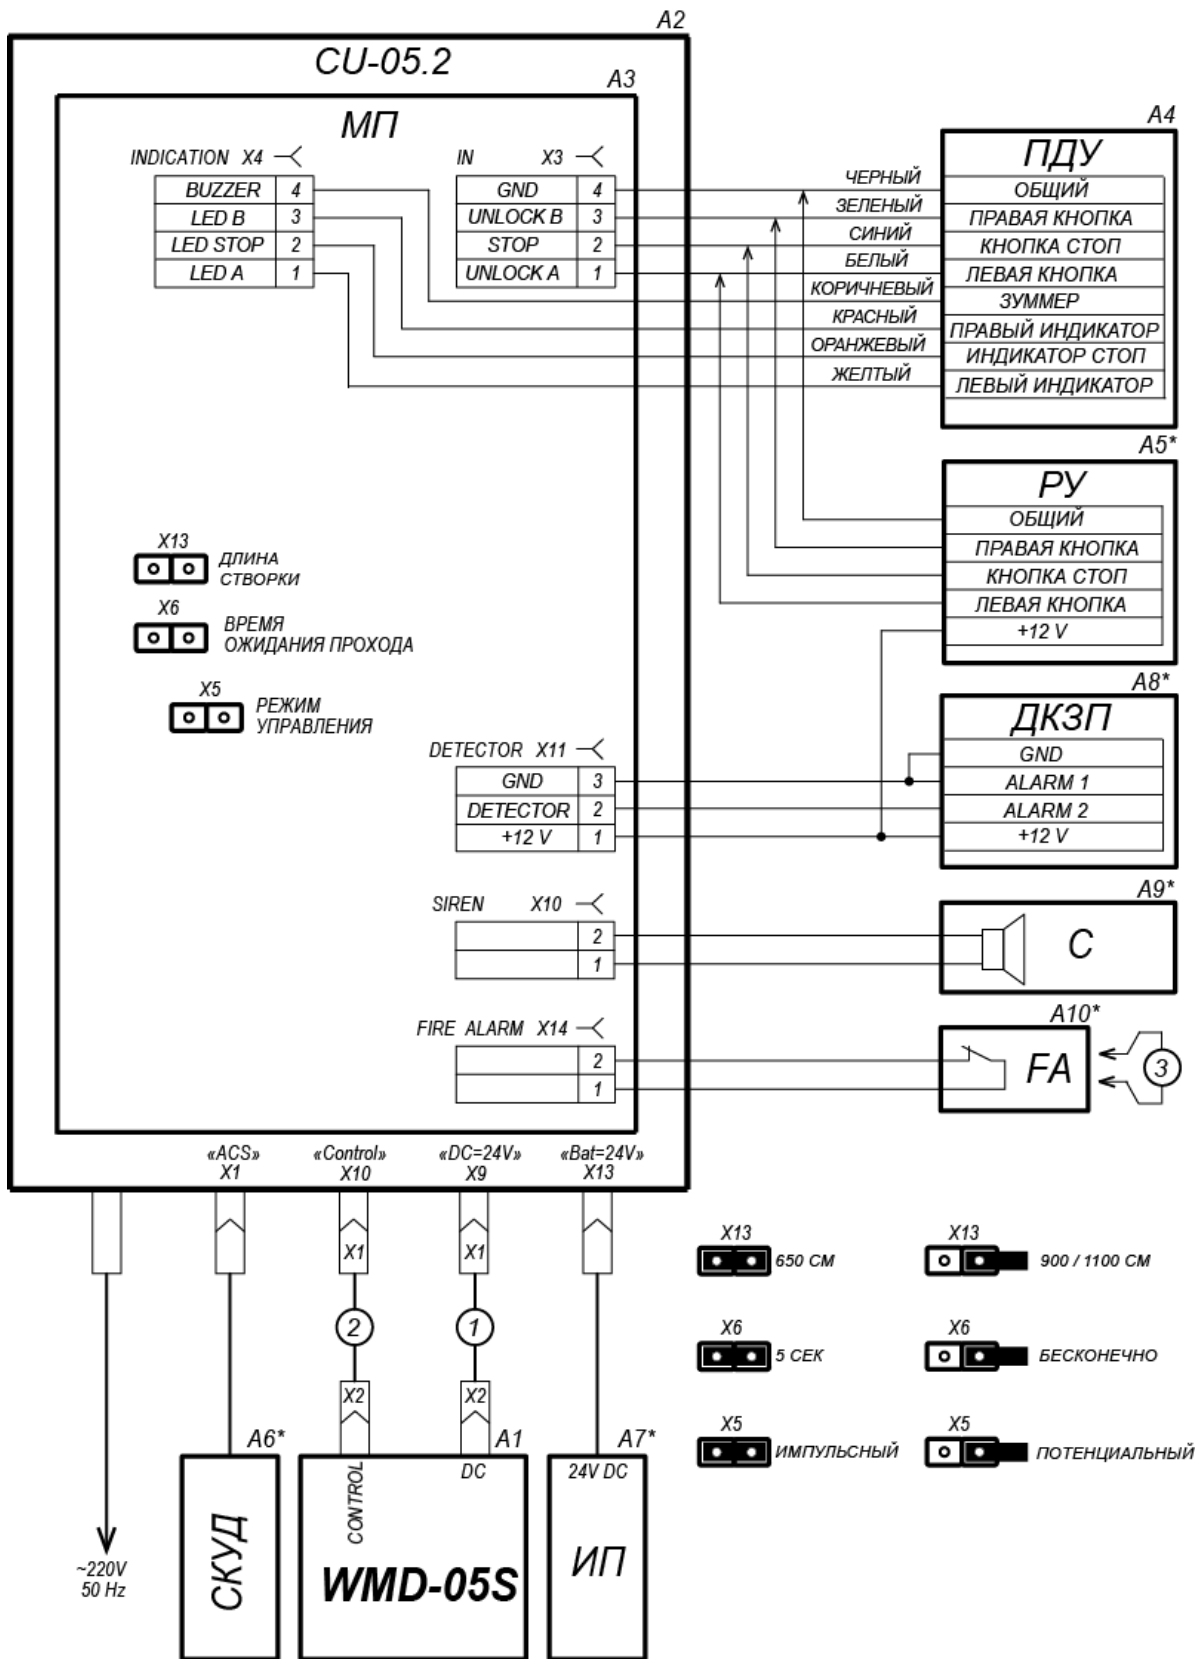

Рисунок 7. Схема подключения калитки1
- кабель питания (11) к разъему **«DC=24V»**;
- кабель ПДУ (12) протяните через предназначенный для него кабельный ввод внутрь блока управления и подключите к клеммным колодкам **X3** и **X4** модуля процессорного в соответствии с рис. 5 и рис. 7.
12. Подключите устройство, подающее сигнал аварийной разблокировки для чего: протяните кабель через кабельный ввод **«ALARM»** внутрь блока управления, снимите перемычку с клеммной колодки **X14** модуля процессорного и подключите кабель в соответствии с рис. 5 и рис. 7.